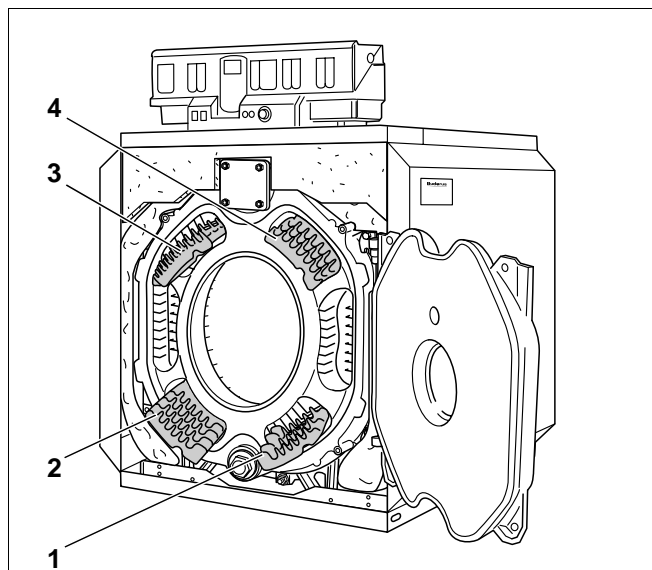

Fig. 51 Udtagning af røggasledepladerne.
- Løft røggasledepladerne frem og ud af røgslagene (Fig. 51, **pos. 1 – 4**).